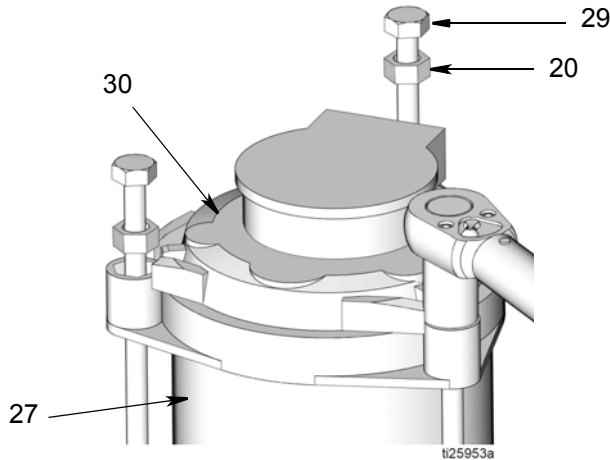

FIG. 14
- Utilice una llave para extraer las varillas de conexión (29). Afloje las varillas siguiendo un patrón diagonal, con cuidado de aflojar cada varilla gradualmente hasta haber aflojado todas ellas completamente. Extraiga las varillas de conexión (29) y los espaciadores (20). Consulte FIG. 14.
- Retire la tapa (30) del depósito (27) (FIG. 14).